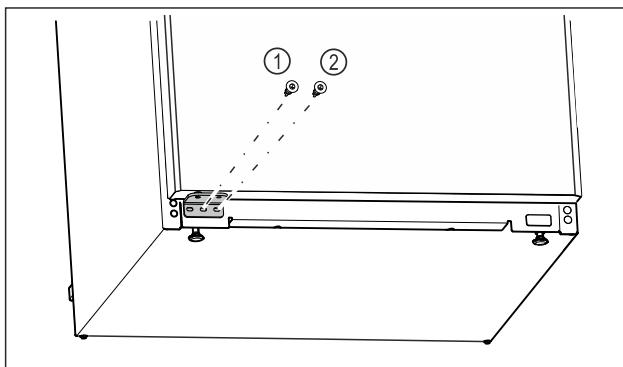

Fig. 21
- Затегнете централния винт на лагерната стойка Fig. 21 (1) с отвертка Torx 20.
► Затегнете вътрешния винт на лагерната стойка Fig. 21 (2) с отвертка Torx 20.